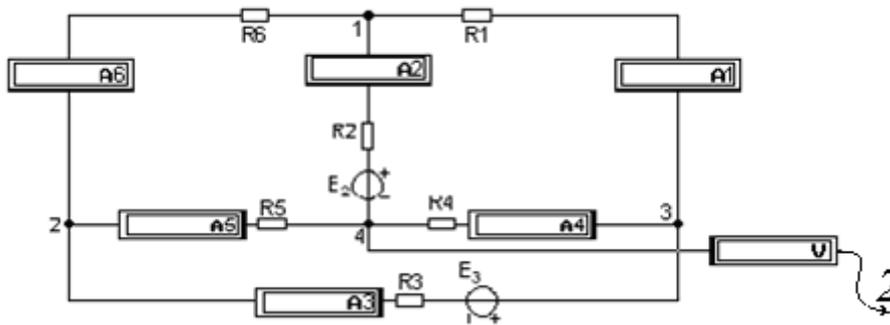

Рис. 11. Схема для исследования разветвленных электрических цепей в *EWB*
3. Пример схемы в *EWB* для исследования процессов в разветвленной электрической цепи постоянного тока (рис. 11).
С помощью щупа 2 определить потенциалы в узлах 1, 2 и 3 по отношению к узлу 4 схемы рис. 11.